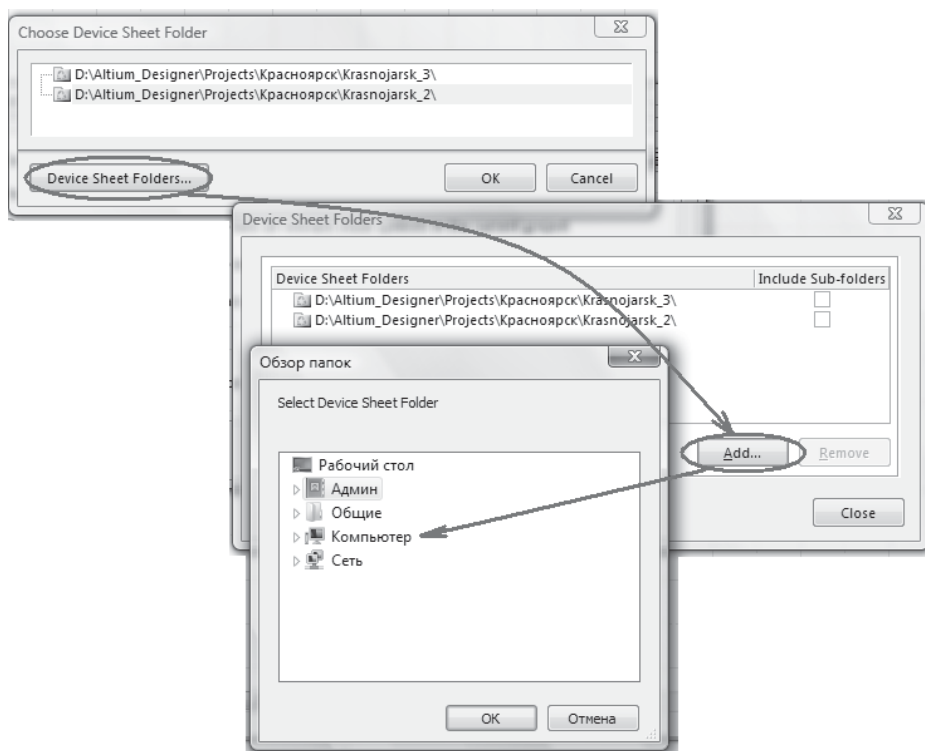

Рис. 4.24. Назначение адреса для хранения символа
- в поле **Target Device Sheet Location** щелчком на значке в правом конце строки открыть диалоговое окно выбора пути **Choose Device Sheet Folder** (рис. 4.24, *вверху*) для сохранения нового элемента **Device Sheet**:
- выбрать один из ранее образованных путей или — при необходимости — образовать новый путь, щелчком на кнопке **Device Sheet Folders** вызвать одноименное диалоговое окно (рис. 4.24, *в центре*), в котором кнопкой **Add** активизировать стандартную процедуру поиска пути (рис. 4.24, *внизу*), в результате чего к списку путей в поле окна **Device Sheet Folders** добавляется новый путь:
- кнопкой **Close** завершить подготовку, после чего щелчком на кнопке **OK** в окне **Choose Device Sheet Folder** (см. рис. 4.24, *вверху*) запустить преобра-